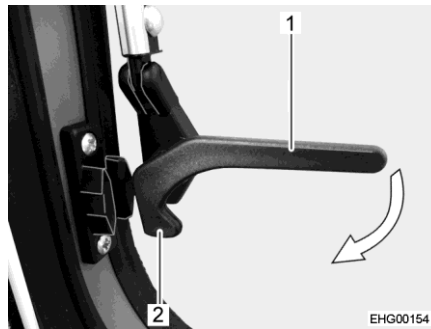

Bild 50 Låsarm, i sidan (i läget "öppet")
- Sväng låsarmarna i sidorna (Bild 50,1) en kvarts varv mot fönsterkarmen tills låsspaken (Bild 50,2) hakar fast.